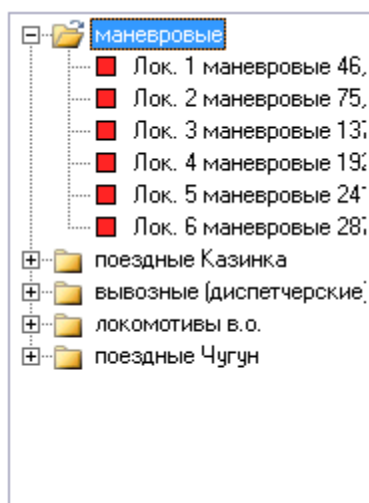

Рис.5.3.2. Список локомотивов
1. В левой части окна представлен список локомотивов в виде дерева. Рис. 5.3.2.